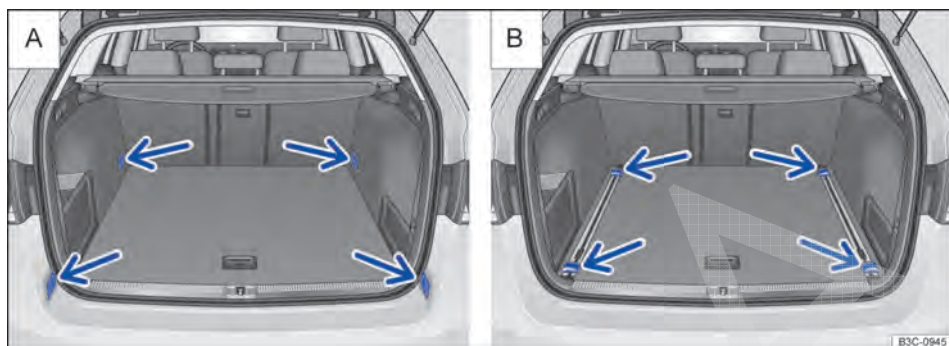

Fig. 116 No compartimento de bagagem: disposição dos olhais de amarração (A) e olhais de amarração móveis (B).
Na área dianteira e traseira do compartimento de bagagem existem olhais de amarração para fixação de volumes de bagagem ⇒ Fig. 116 (seta).
Olhais de amarração móveis ⇒ Fig. 116 (B) podem ser adequados individualmente aos volumes de bagagem por meio do deslocamento no sistema de trilhos.